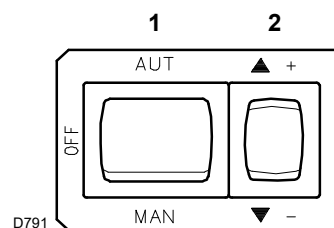
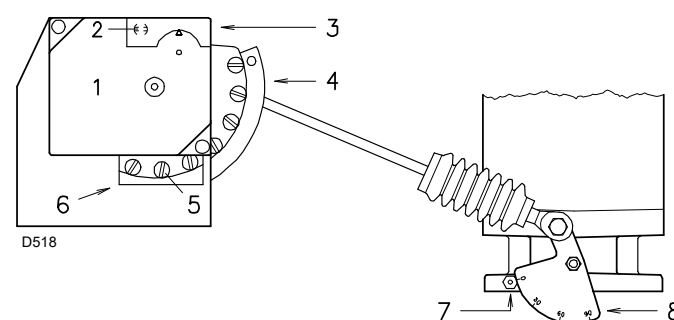

Fig. 29
Fig. 31
Chiudere i telecomandi e mettere l'interruttore 1)(Fig. 29) in posizione "MAN".
Premere il pulsante 2)(Fig. 29 a pag. 23) "diminuzione potenza" (▼ -) e tenerlo premuto fino a quando il servomotore ha chiuso la serranda aria e la farfalla del gas a 20° (regolazione fatta in fabbrica).
- Se bisogna aumentarla, premere un poco il pulsante 2)(Fig. 29 a pag. 23) "aumento potenza" (▲ +) (aprire di 10-15° la farfalla del gas), aumentare l'angolo camma III (Fig. 28 a pag. 23) con piccoli spostamenti successivi, cioè portarsi dall'angolo 20° a 22° - 24°....
Variare in progressione il profilo iniziale della camma 4)(Fig. 31) agendo sulle viti della camma che compaiono all'interno dell'apertura 6). Possibilmente non ruotare la prima vite: è quella che deve portare la serranda dell'aria alla totale chiusura.
Legenda (Fig. 31)
Nella descrizione che precede abbiamo lasciato il bruciatore acceso, funzionante alla potenza MIN. Premere ora il pulsante 2) (Fig. 29 a pag. 23) "aumento potenza" (▲ +) e tenerlo premuto fino a quando il servomotore ha aperto la serranda aria e la farfalla del gas a 90°.
Variare in progressione il profilo finale della camma 4)(Fig. 31) agendo sulle viti della camma che compaiono all'interno dell'apertura 6).
Premere un poco il pulsante 2)(Fig. 29 a pag. 23) "aumento potenza" (▲ +) in modo che una nuova vite 5)(Fig. 31) appaia all'interno dell'apertura 6)(Fig. 31), regolarla fino ad ottenere una combustione ottimale. Procedere allo stesso modo con le viti successive.
Spegnere il bruciatore agendo sull'interruttore 1)(Fig. 29 a pag. 23), posizione OFF, svincolare la camma a profilo variabile mettendo in posizione verticale l'incasso 2) (Fig. 31) dal servomotore, e verificare più volte ruotando a mano la camma avanti ed indietro che il movimento sia morbido e privo di impuntamenti.